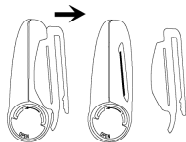

Fig. 1
- Zorg dat de riemklem verwijderd is. Als u de riemklem wilt verwijderen, pakt u de klem vast en maakt u hem voorzichtig los. (Fig. 1) Als u de klem weer wilt aanbrengen, brengt u het lipje op de klem in lijn met de gleuf op de sensor en klikt u de klem voorzichtig op het apparaat.